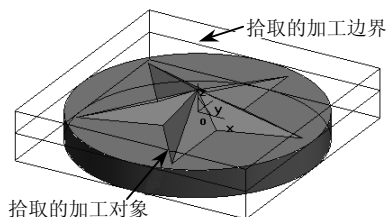

图 3-16 拾取的加工轮廓
1) 完成加工参数设置后,单击“确定”按钮,系统在界面的左下方提示“拾取加工对象”,直接拾取五角形的实体表面,单击右键结束拾取。系统提示“拾取加工边界”,拾取创建好的边界,单击右键结束拾取,如图 3-16 所示。